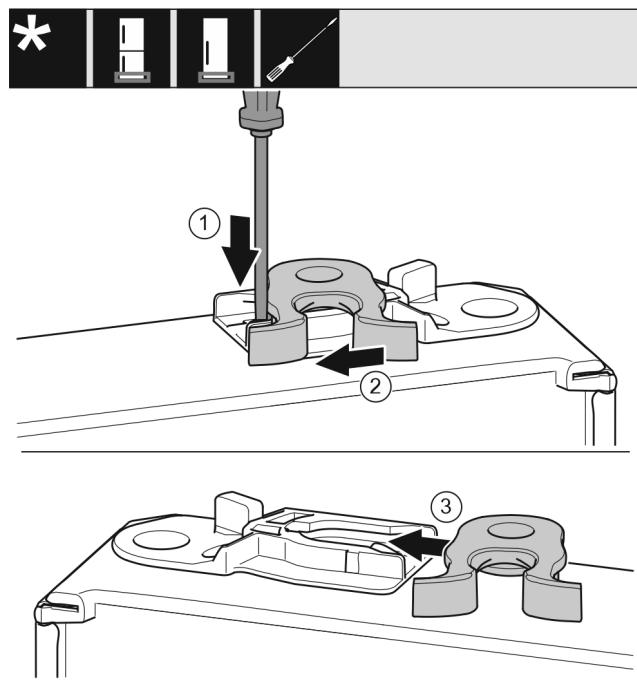

Fig. 20
- ▶ Potisnite spono Fig. 20 (1) navzdol s ploščatim izvijačem.
- ▶ Povlecite zapiralni kavelj Fig. 20 (2) ven iz vodila.
- ▶ Potisnite zapiralni kavelj Fig. 20 (3) na drugi strani v vodilo.